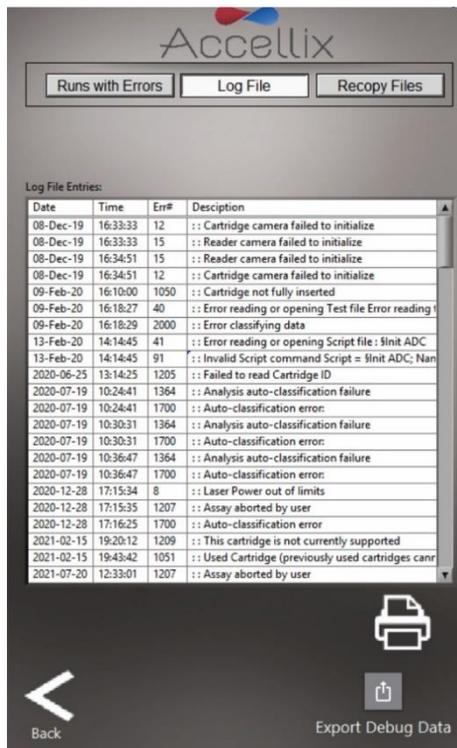

Abbildung 24: Bildschirm „View Log File“ (Logdatei anzeigen)
2. Wenn die Registerkarte **Log File** (Logdatei) ausgewählt ist, werden die Logdatei-Einträge angezeigt (Abbildung 24). Tippen Sie auf das Symbol „Printer“ (Drucker) , um die Protokolldatei zu drucken.